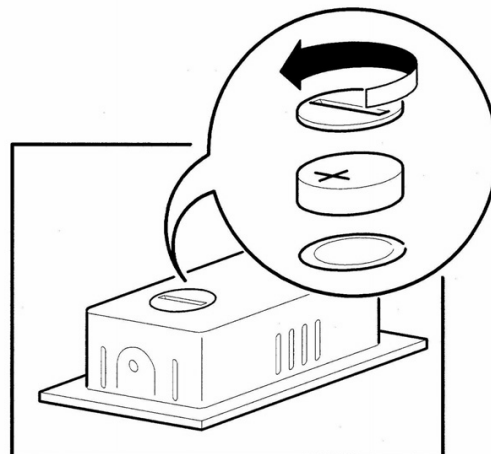

Рис. 20
- Повернуть крышку против часовой стрелки и батарею (**Рис. 20**).